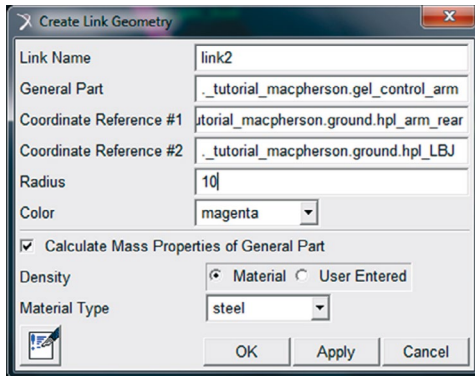

Figura 4.21 – Criação do *Link 2*.
- Repetir o mesmo procedimento relatado anteriormente para construção do *Link 2*, o qual terá em suas extremidades os *Hardpoints* *hpl_arm_rear* e *hpl_LBJ*. A Figura 4.21 ilustra os campos da janela *Create Link Geometry* preenchidos para construção do *Link 2*.